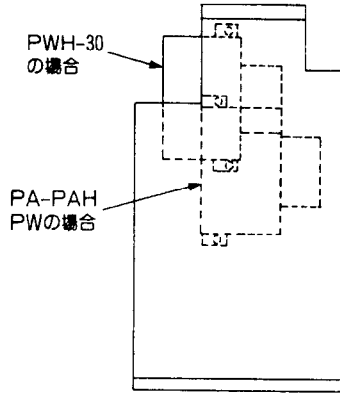
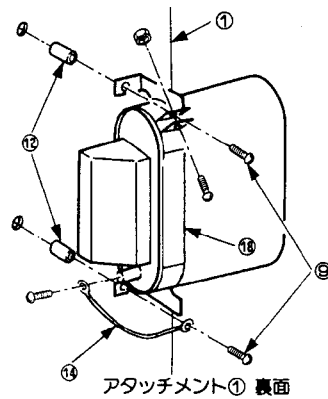

図2
図3
●150μFの進相コンデンサを取付ける場合取付金具⑱を取付け、アース線⑭を進相コンデンサアース端子と取付ネジ間に接続してください。(図3参照)
- PWH-30の場合 圧縮機用進相コンデンサの取付け位置が異なります(裏面上部の150 μ Fのみ)ので図2に示す位置に図3の要領で取付けてください。